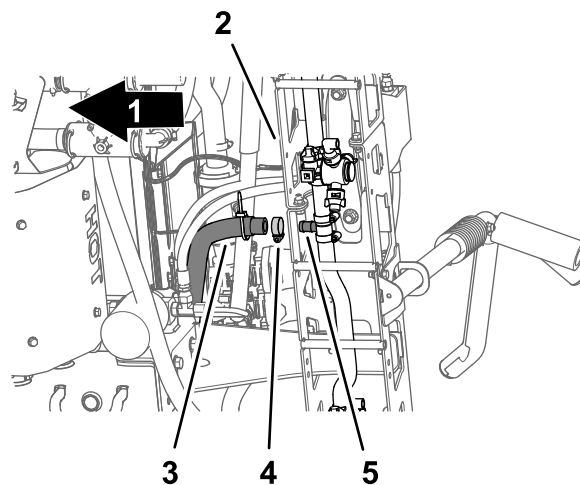

Figura 39
5. Debajo de la sección de fumigación central, retire la abrazadera que sujeta la manguera de suministro de la sección de fumigación central al acoplamiento en T dentado (Figura 39).